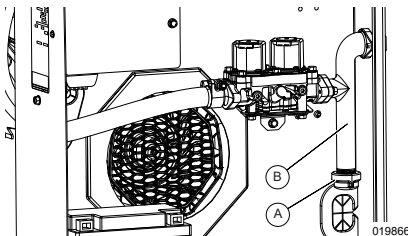

Figura 4-9. Como limpar o coletor de sedimentos
5. Consulte Figura 4-9. Desaparafuse e remova a tampa (A).